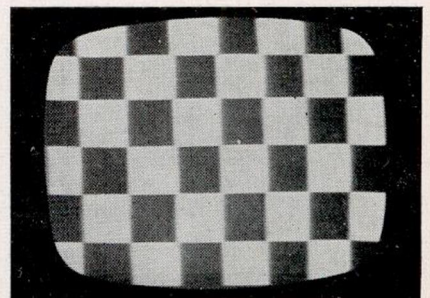

Bild 2: Unschärferes Bild durch Gerätefehler
Gesamtfunktion des Empfängers. Statt der Antenne schließt man das HF-Ausgangskabel des Generators an die Antennenbuchsen des Empfängers an. Der Empfängereingang ist normalerweise für den Anschluß eines symmetrischen 240-Ohm-Kabels eingerichtet, der Ausgang des Generators dagegen in den meisten Fällen unsymmetrisch, so daß man ein als Zubehör mitgeliefertes Symmetrier- und Anpaßglied zwischen Generator und Empfänger einschalten muß. Dieses Symmetrierglied darf man auf keinen Fall weglassen, da sonst so starke Fehlanpassung entstehen kann, daß ein einwandfreies Bild auch bei einem fehlerfreien Empfänger nicht zu erzielen ist. Das Fernsehgerät arbeitet nun am Generator genau so wie am örtlichen Fernsehsender, d. h., das Bild muß sich sauber einstellen und einfangen lassen und der Ton (meist ein Dauerton von 800 Hz) soll verzerrungsfrei wiedergegeben werden. Voraussetzung dazu ist natürlich die richtige Einstellung des Generators. Wir haben im Bild 2 des vorigen Aufsatzes die Frontplatte des Nordmende-Signal-Generators abgebildet; die Vielzahl der Bedienungsknöpfe ist sicher zuerst etwas verwirrend. Wir wollen die richtige Einstel-
1. Beispiel: Ein Fernsehgerät wird mit dem Vermerk „schlechtes Bild“ zur Reparatur eingeliefert. Bei der Prüfung in der Werkstatt ergibt sich ein unscharfes Bild, wie es im Bild 2 wiedergegeben ist. Zuerst wird die Feinabstimmung des Kanalschalters überprüft und der Oszillator nachjustiert, jedoch